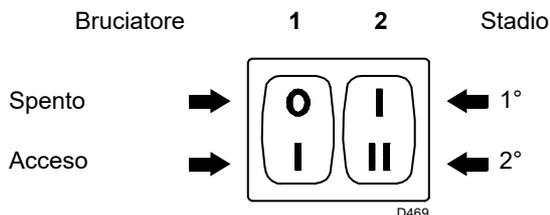
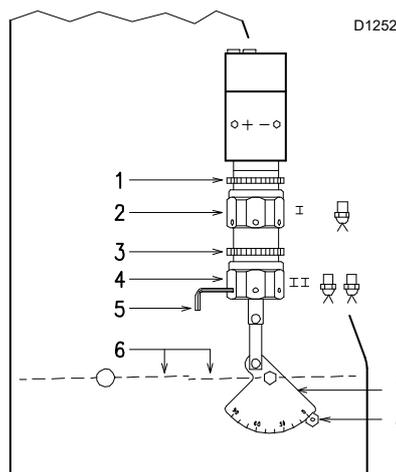

Fig. 18
Fig. 19
- Avviare il bruciatore chiudendo i telecomandi e con l'interruttore 1)(Fig. 18 pag. 17) in posizione "ACCESO". La pompa deve girare nel senso della freccia riportata sul coperchio.
- Quando il gasolio fuoriesce dalla vite 3) la pompa è innescata. Fermare il bruciatore: interruttore 1)(Fig. 18 pag. 17) in posizione "SPENTO" ed avvitare la vite 3).
Mettere l'interruttore 1)(Fig. 18) in posizione "ACCESO".
Mantenere il bruciatore funzionante in 1° stadio mettendo l'interruttore 2)(Fig. 18) in posizione 1° stadio. L'apertura delle serrande 6)(Fig. 19) va proporzionata all'ugello scelto: l'indice 8)(Fig. 19) deve trovarsi in corrispondenza della tacca indicata sul settore graduato 7)(Fig. 19). La regolazione si ottiene ruotando l'esagono 2)(Fig. 19):
Mettere l'interruttore 2)(Fig. 18 pag. 17) in posizione 2° stadio e regolare la serranda 6)(Fig. 19) agendo sull'esagono 4)(Fig. 19), dopo aver allentato la ghiera 3)(Fig. 19).
per facilitare la regolazione degli esagoni 2) e 4)(Fig. 19), servirsi della chiave esagonale da 3 mm 5)(Fig. 19).